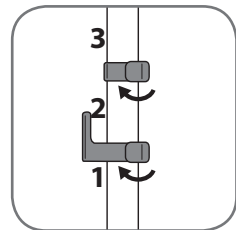

fig. 6
5. Вытяните стойку на максимальную высоту, потянув ее вверх (рис. 5) и зафиксируйте двумя стопорными зажимами (рис. 6). Убедитесь, что 3 сегмента стойки полностью выдвинуты.